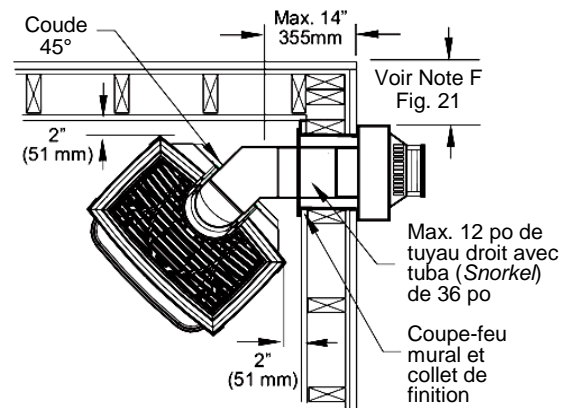

Figure 20. Installation dans un coin avec terminaison tuba (*Snorkel*) de 36 po.
- **Tuba (*Snorkel*) 36 po :** La longueur de conduit d'évacuation horizontal ne doit pas dépasser 6 pi (182 cm). Une coude de 45° peut être utilisé pour un poêle installé dans un coin, tel que montré la figure 20.